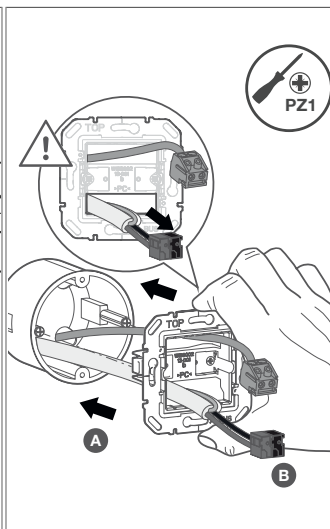
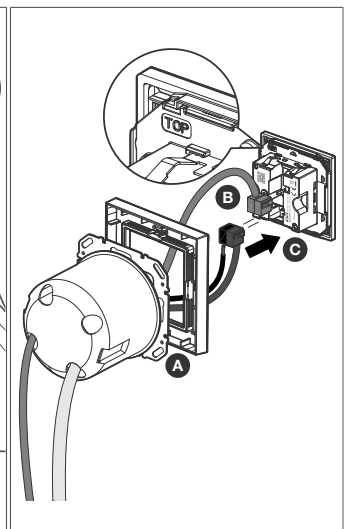

Fig. 9: Opzionale: Passaggio del cavo per sensore di temperatura esterno
Fig. 10: Opzionale: Passaggio del cavo per sensore di temperatura esterno
- Far passare anche il cavo di collegamento del sensore di temperatura esterno con il terminale di collegamento attraverso il telaio e collegarlo al retro del dispositivo. Far passare i cavi di collegamento del sensore di temperatura esterno sopra la barra centrale (Fig. 9/Fig. 10).